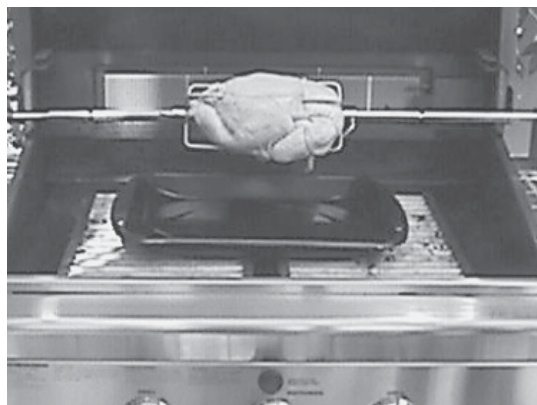

FIG. 34
2. Vérifiez le bon emplacement conformément à la figure 34.